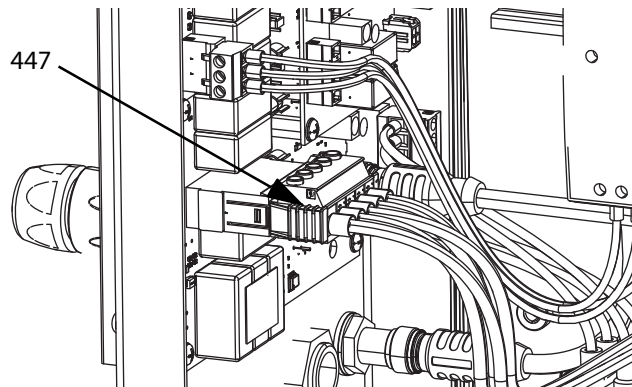

Рис. 17
- Подключите кабель CAN, входящий в комплект расширительного модуля, к переборке 2 (B2) в AMZ 1 в блоке управления нагревом (S).
- Подключите жгут проводов (479) от расширительного модуля к AMZ1, как показано на Рис. 17.